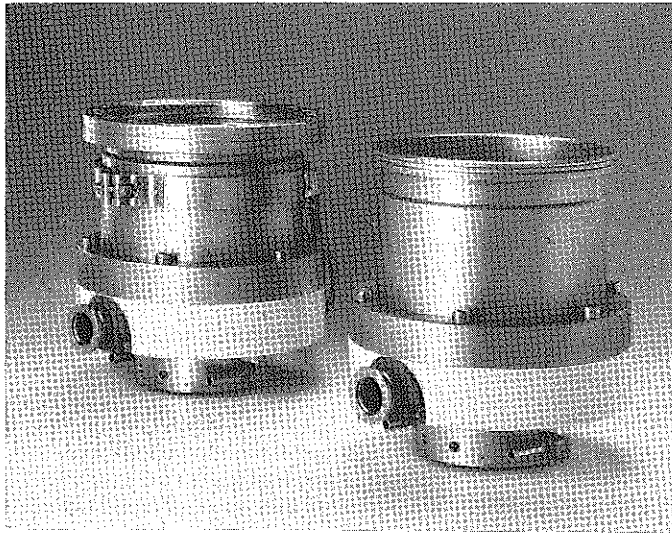

Fig. 1
- Turbopumpe-Verbindungskabel-Antriebselektronik sind, in Verbindung mit einer entsprechenden Vorvakuum-pumpe, eine betriebsfertige Einheit. Der Lieferumfang entspricht der Abbil-dung in Fig. 1.
- The turbo pump/connecting cable/electronic drive unit form –together with the appropriate backing pump – an operational unit. The scope of delivery is illustrated in Fig. 1.
- En relation avec la pompe à vide pri-maire correspondante, la pompe turbo-moléculaire, les câbles et conduites de liaison, ainsi que la commande électro-nique constituent un ensemble prêt-à-l'emploi. L'éventail de livraison est représenté fig. 1.